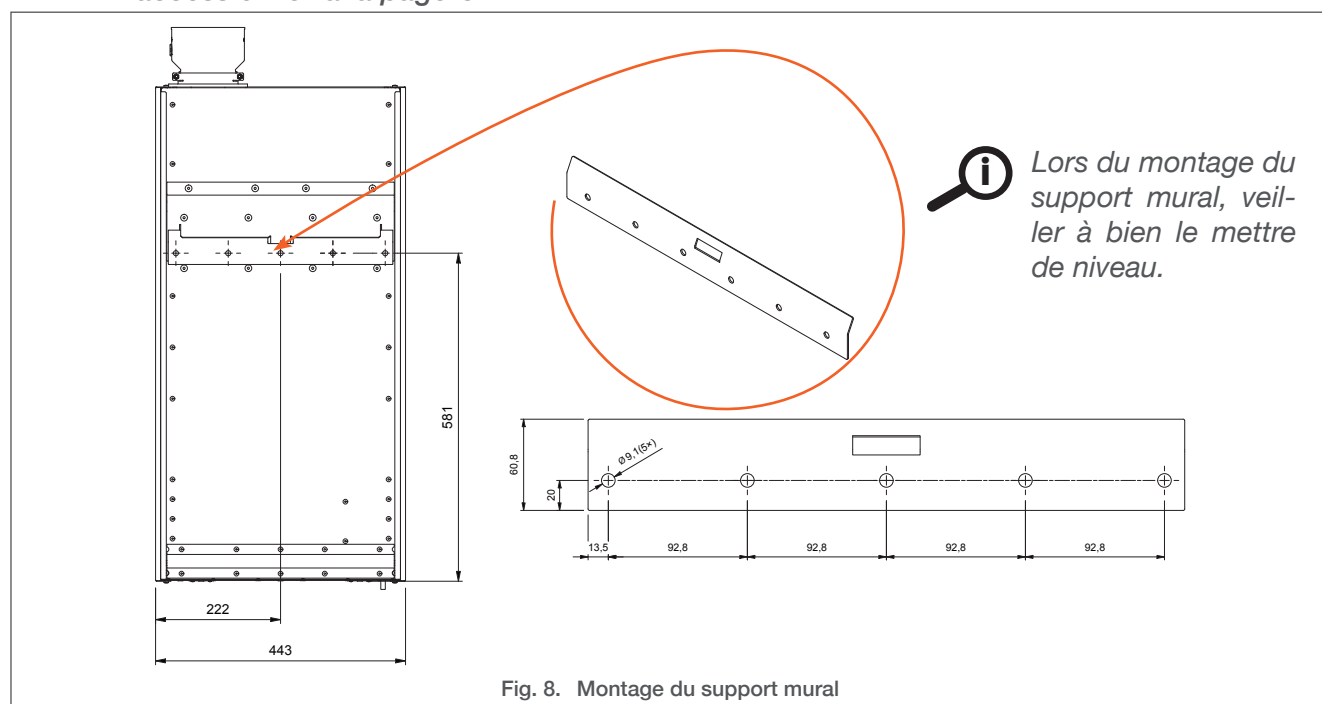

Fig. 8. Montage du support mural
1. Monter le support au mur pour y accrocher la chaudière, conformément à la procédure en vis-à-vis et l'illustration correspondante (voir Fig. 8).